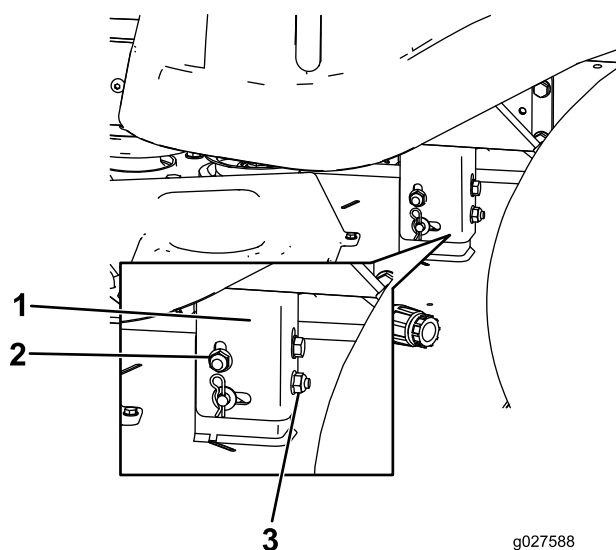

Figura 64
8. Eleve ou desça o lado esquerdo da plataforma do cortador rodando a porca traseira (Figura 64).
relógio para descer a plataforma do cortador. (Figura 64).